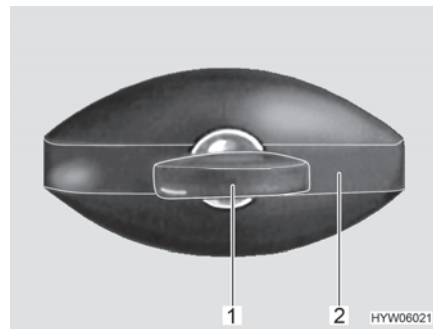

Fig. 36 Serratura dello sportello (ellittico, chiuso)
- Inserire la chiave nel cilindro della serratura (Fig. 36,1) e ruotare in senso antiorario di un quarto di giro. La maniglia della serratura (Fig. 36,2) scatta all'infuori.